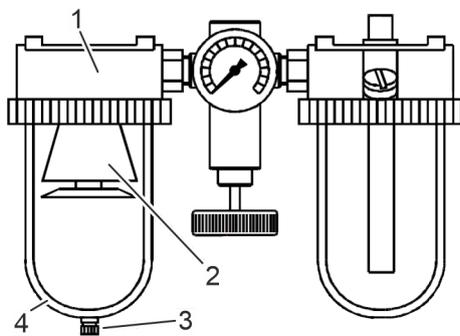

Fig. 11 : séparateur d'eau (filtre)
1. → Vidanger les condensats au niveau du séparateur d'eau (Fig. 11 /1).
2. → Contrôler le degré d'encrassement du filtre (Fig. 11 /2). En cas d'encrassement, nettoyer le filtre ↳ *Chapitre 10.4 « Nettoyage du filtre » à la page 57.*